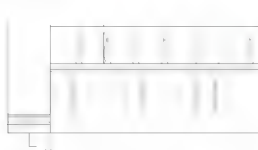

图 5.46 将柱最下部的直线向上偏移
(3) 启动【偏移】命令, 将柱最下部的直线分别向上偏移 80 mm、20 mm、50 mm、20 mm, 结果如图 5.46 所示。
(4) 在无命令的状态下单击图 5.46 所示的 A 线, 出现 3 个蓝色夹点, 然后单击左侧的夹点使其变红, 该夹点变成热夹点, 查看命令。